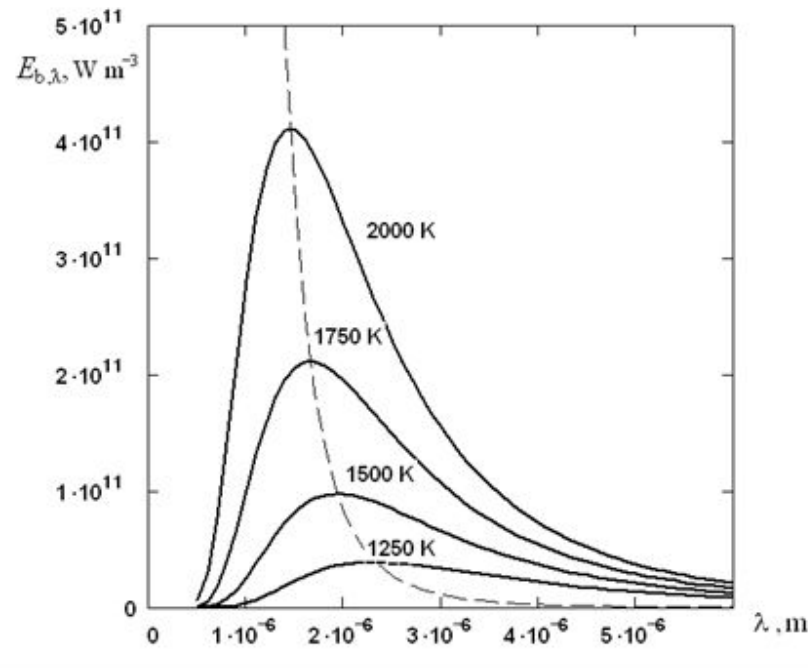

Рис.10
Из рис.10 видно, что для любой температуры интенсивность излучения  $E$  возрастает от нуля (при  $\lambda=0$ ) до своего наибольшего значения, а затем убывает до нуля (при  $\lambda = \infty$ ). При повышении температуры интенсивность излучения для каждой длины волны возрастает.
**Закон смещения Вина.** Из рис.10 следует, что максимумы кривых (пунктир) с повышением температуры смещаются в сторону более коротких волн.